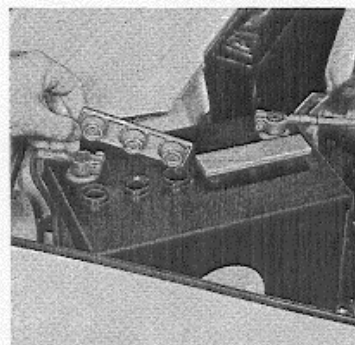

Abb. 61 Batterie
1. Kontrollieren, daß der Säurespiegel in der Batterie ca. 5 mm über den Platten liegt (Abb. 61), ggf. **destilliertes** Wasser auffüllen. Batteriebefestigung sowie Festzug der Polschuhe ebenfalls überprüfen.